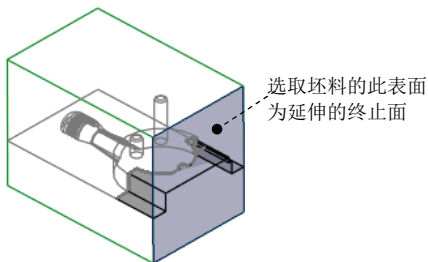

图 10.18 选取延伸的终止面
- ② 在系统  选择曲面延伸所至的平面 的提示下, 选取图 10.18 所示的坯料的表面为延伸的终止面。